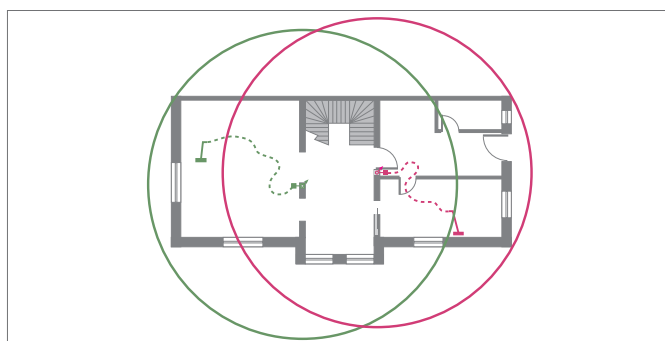

Рис. 3-3 Проверить досягаемость зон пылеуборки от всасывающих розеток
4. Для проверки досягаемости зон пылеуборки на плане из всасывающей розетки провести окружность (см. рис. 3-3):